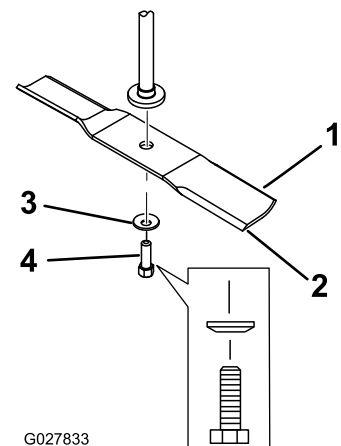

Figure 55
2. Enlevez de l'axe, le boulon, la rondelle bombée et la lame (Figure 55).
1. Placez la lame sur l'axe (Figure 55).
2. Montez la rondelle bombée (face concave vers la lame) et le boulon de lame (Figure 55).